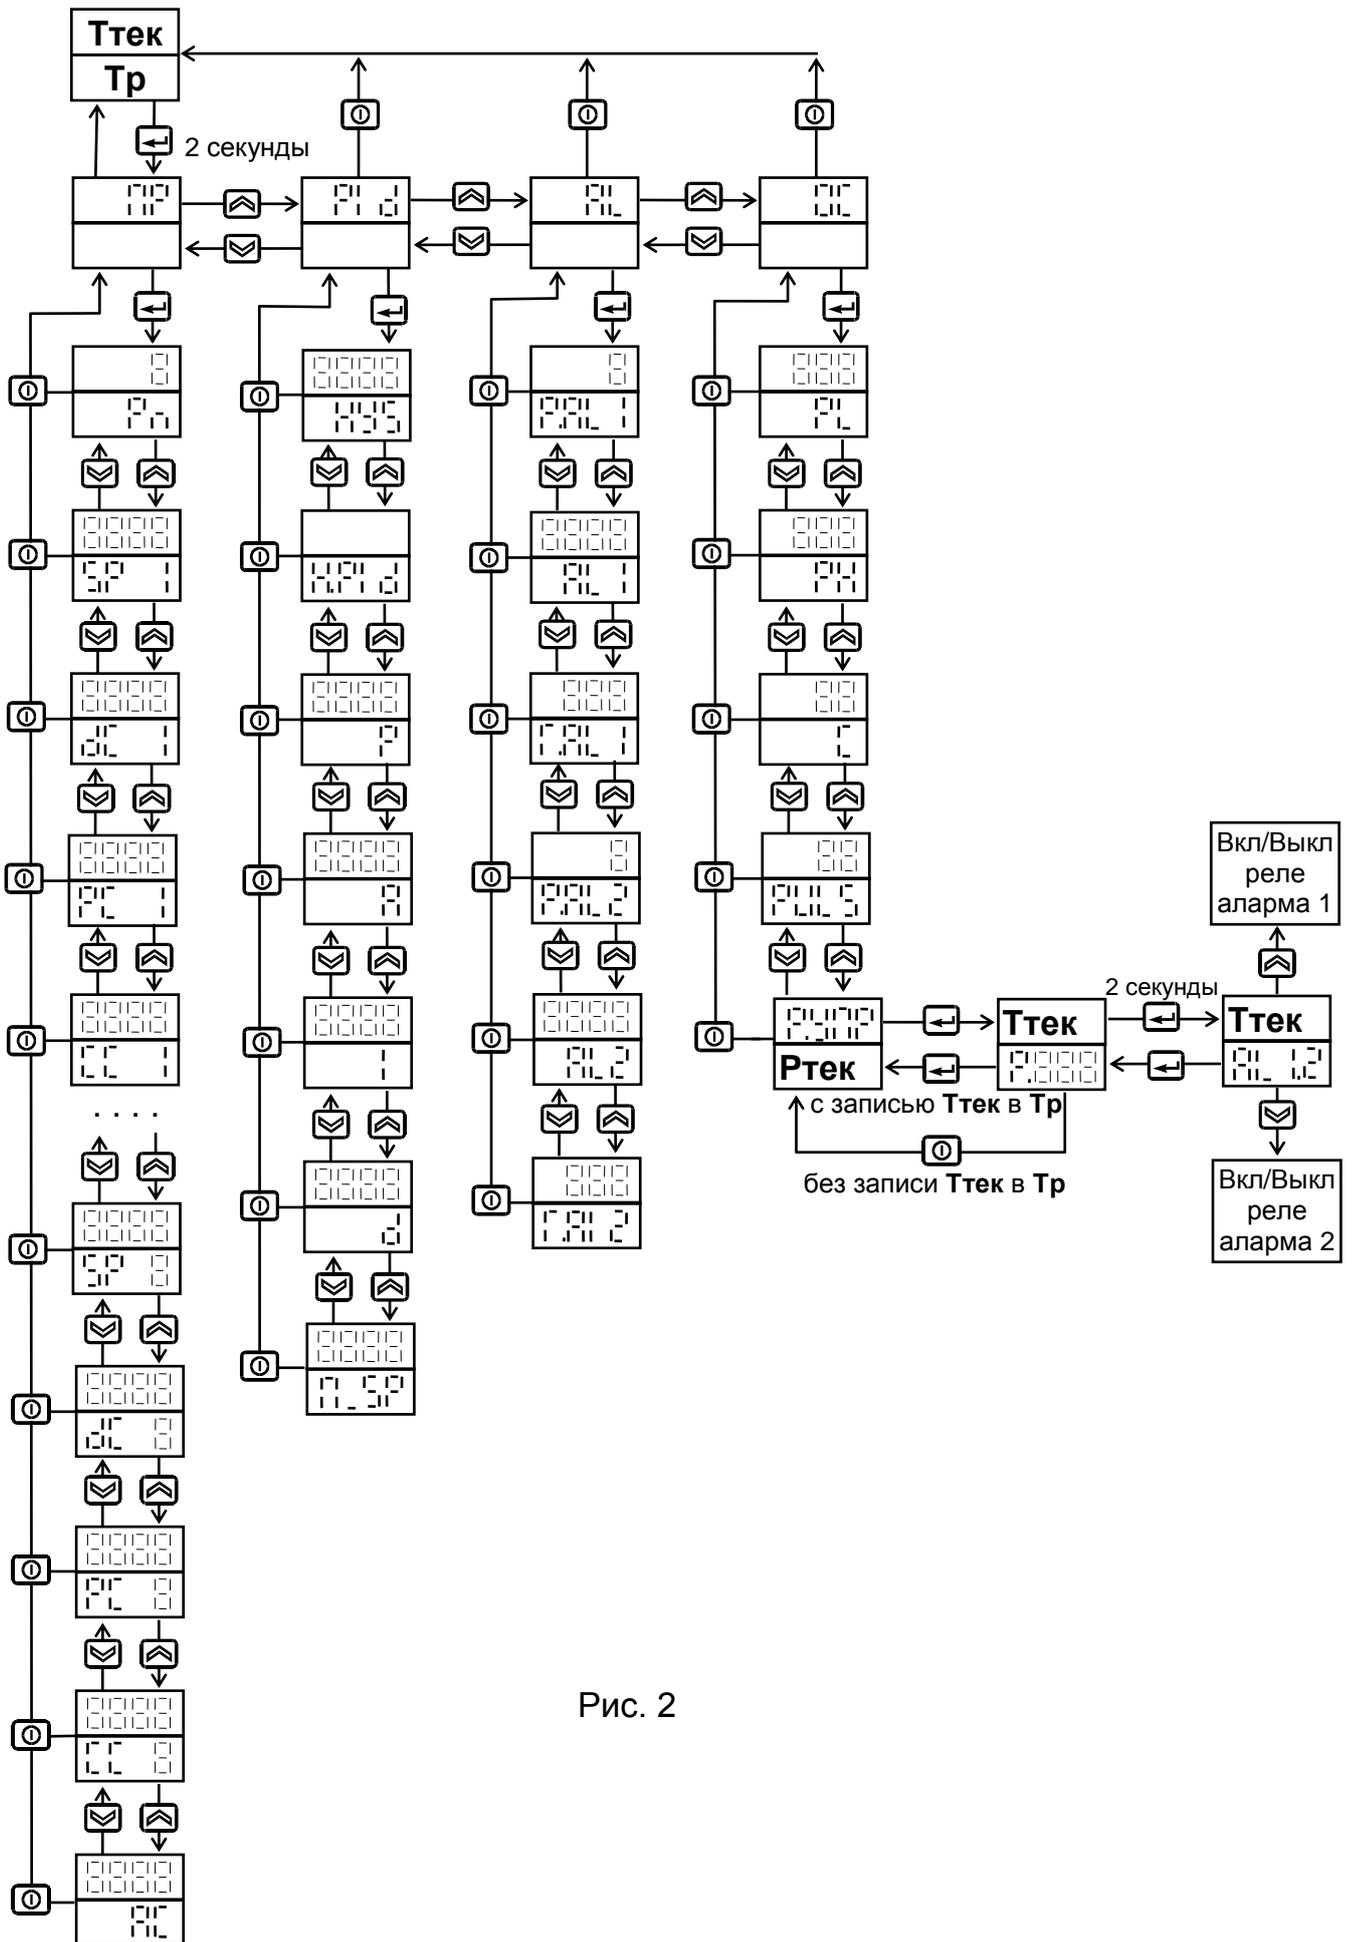

Рис. 2
4.1. Подключить прибор согласно Рис.2 ПРИЛОЖЕНИЯ при выключенном общем питании. Проверить правильность подключения прибора.
- Для ввода других параметров, определяющих работу регулятора, нужно в режиме отображения текущей и заданной температуры нажать и удерживать кнопку  примерно две секунды до появления надписи \bar{t}_1 на верхнем индикаторе. Теперь из меню параметров можно выбирать и изменять те, которые необходимо (Рис. 2).
4.6 Автоматическая настройка параметров $t_{\text{имп}}^{\text{мин}}$, $t_{\text{имп}}^{\text{макс}}$, $t_{\text{имп}}^{\text{макс}}$ и $t_{\text{имп}}^{\text{макс}}$ запускается при нажатии и удержании в течение двух секунд кнопки  при индикации параметра $t_{\text{имп}}^{\text{мин}}$ в меню параметров $t_{\text{имп}}^{\text{мин}}$ (см. Рис. 2).